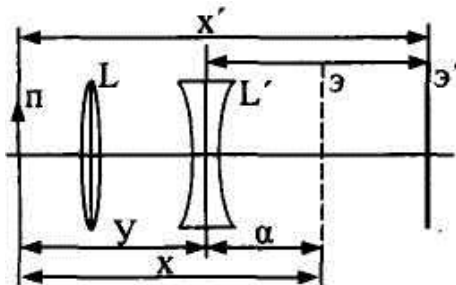

Рис.3
2. Между собирающей линзой и экраном поставить рассеивающую линзу L' (рис.3) и записать ее положение Y . Для линзы L' «предметом» является изображение на экране в положении X .